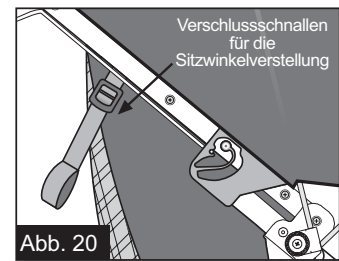

Abb. 20
- 10 **Zurücklehnbare Sitz:** Um den Sitz zurückzulehnen, ziehen Sie die Feststellbremse an, drehen Sie die Verschlusschnallen nach vorn (Abbildung 20) und lösen Sie die Haltegurte. Um den Sitz hochzustellen, ziehen Sie die Haltegurte, bis Sie die gewünschte Position erhalten. Die Sitzlehne kann fließend eingestellt werden zwischen ganz aufrechter und ganz zurückgelegter Position (Abbildungen 20 & 21).